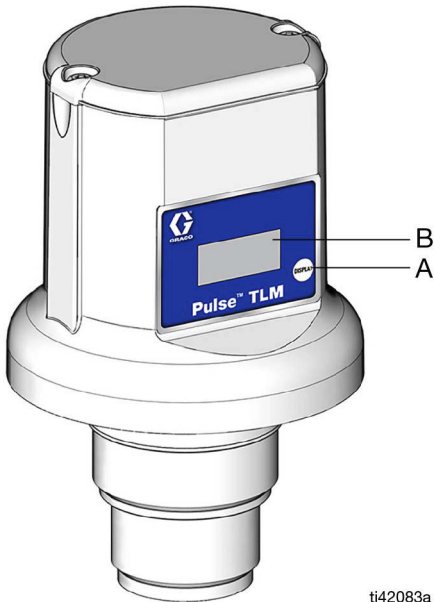

FIG. 7
Tenere premuto e rilasciare il pulsante Display (A). I dati vengono visualizzati sul display (B) (FIG. 7); ogni schermata viene visualizzata per alcuni secondi prima di passare a quella successiva.
Dopo aver riempito un serbatoio da un distributore di olio oppure dopo aver svuotato un serbatoio di olio usato presso un'azienda autorizzata per lo smaltimento, premere il pulsante Display (A) (FIG. 7) sul TLM per assicurare che questo mantenga lo stato del volume del serbatoio più aggiornato.